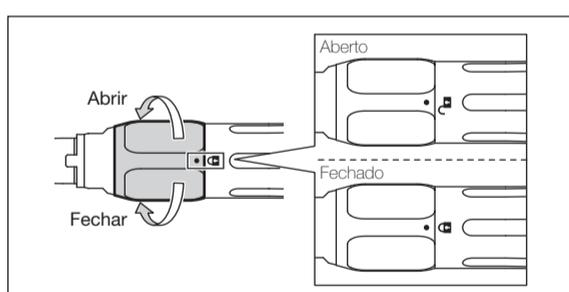

Fig. 2
- 1) Rode o anel de fixação da broca na direção do símbolo "🔓" até ouvir um clique. (Fig.2)